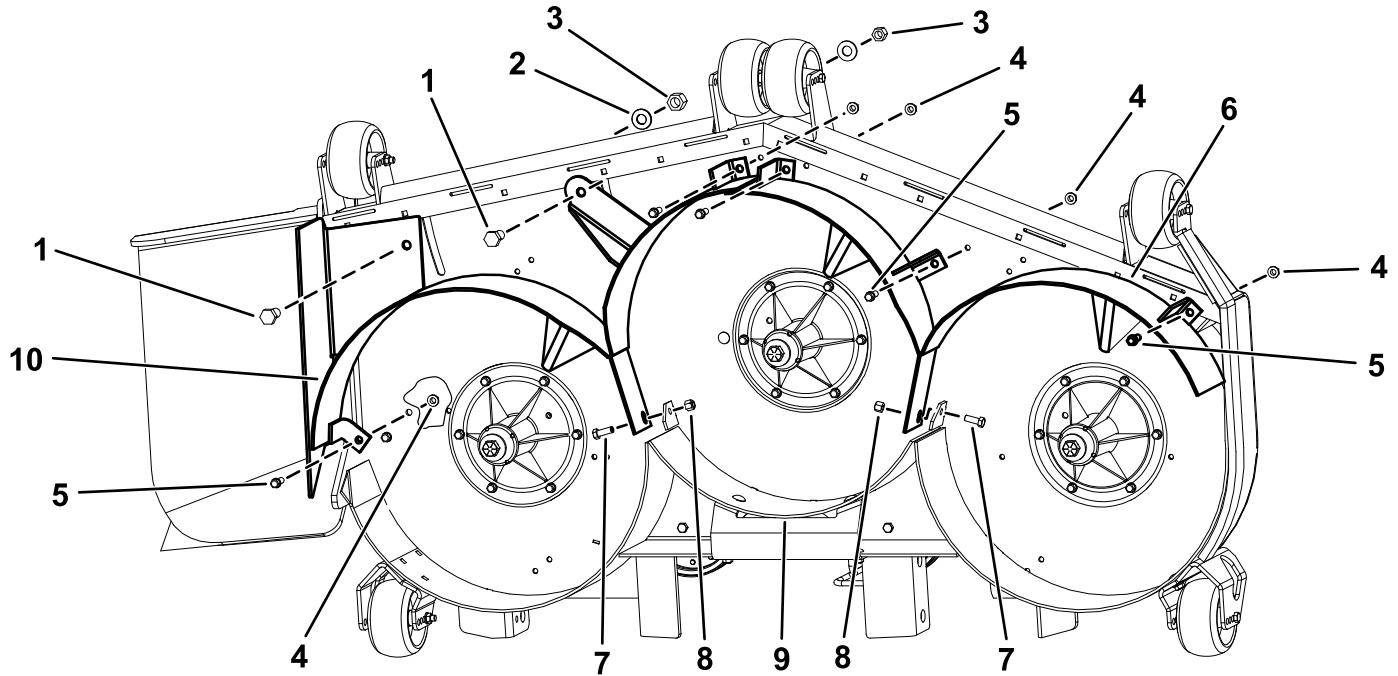

Figura 3
1. Instale o abafador direito na plataforma (Figura 3).
2. Prenda sem apertar o abafador direito na parte superior da plataforma utilizando dois parafusos (½ pol. x 1 pol.), dois parafusos autorroscantes (¾ x 1 pol.), duas porcas (½ pol.), duas anilhas (½ pol.) e duas porcas de bloqueio (¾ pol.) como se mostra na Figura 3.
3. Instale sem apertar o abafador direito no abafador traseiro utilizando um parafuso (¾ x 1 pol.) e uma porca (¾ pol.) como se mostra na Figura 3.
4. Instale o abafador esquerdo na plataforma (Figura 3).
5. Instale sem apertar o abafador esquerdo na parte superior da plataforma com 3 parafusos autorroscantes (¾ pol. x 1 pol.) e três porcas flangeadas (¾ pol.), como se mostra na Figura 3.
6. Instale sem apertar o abafador esquerdo no abafador traseiro utilizando um parafuso (¾ x 1 pol.) e uma porca (¾ pol.) como se mostra na Figura 3.